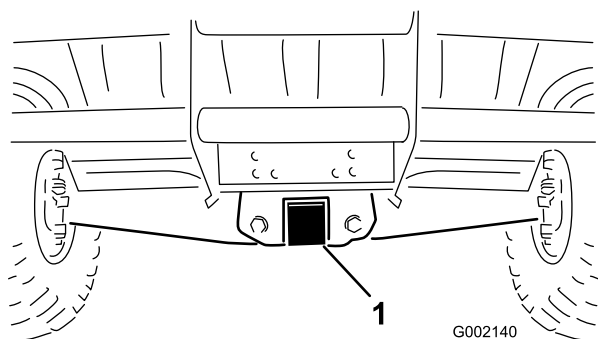

Bild 28
Benutzen Sie einen Anhänger, um das Fahrzeug über längere Strecken zu transportieren. Stellen Sie sicher, dass das Fahrzeug auf dem Anhänger befestigt ist. Beachten Sie für die Position der Vergurtungsstellen die Bilder Bild 27 und Bild 28.
2. Befestigen Sie ein Schleppkabel an der Lasche am vorderen Rahmen (Bild 28).